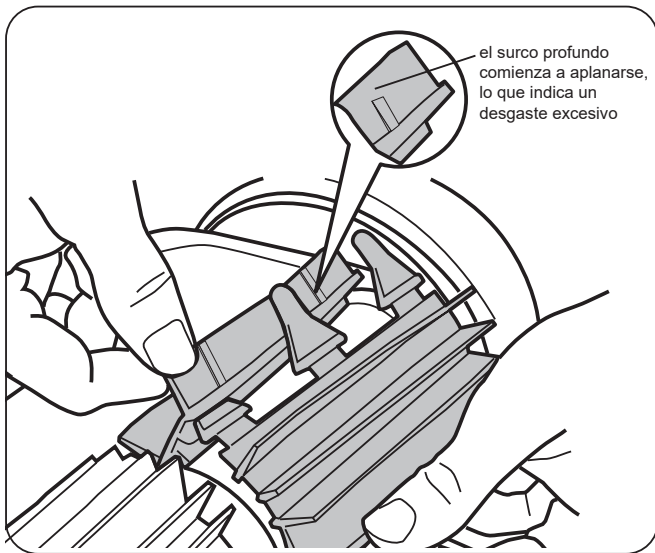

Figura 19. Indicador de cepillo gastado
El limpiador está equipado con un cepillo en la parte delantera. Hay indicadores de "desgaste" en el cepillo (Figura 19). Para mantener el mejor desempeño del limpiador, reemplace el cepillo tan pronto se alcance el indicador de desgaste. Aqua Products le recomienda reemplazar los cepillos cada dos (2) años.